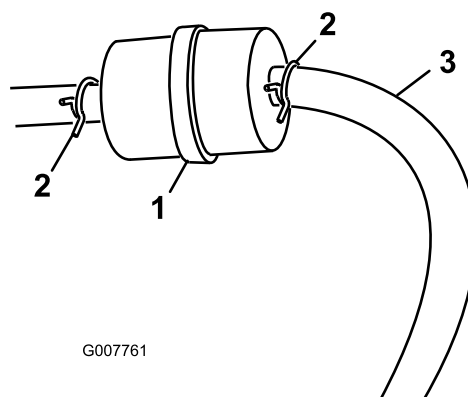

Рисунок 22
3. Сожмите концы шланговых хомутов и сдвиньте их с фильтра (Рисунок 22).
5. Установите новый фильтр и передвиньте шланговые хомуты ближе к фильтру (Рисунок 22).
3. Ослабьте шланговый хомут на топливном фильтре и отодвиньте его по топливному трубопроводу от фильтра (Рисунок 22).
4. Отсоедините топливный трубопровод от топливного фильтра (Рисунок 22).
Примечание: Дайте топливу слиться в канистру для топлива или сливной поддон (Рисунок 22).
5. Установите топливный трубопровод на топливный фильтр. Передвиньте шланговый хомут к топливному фильтру, чтобы закрепить топливный трубопровод (Рисунок 22).